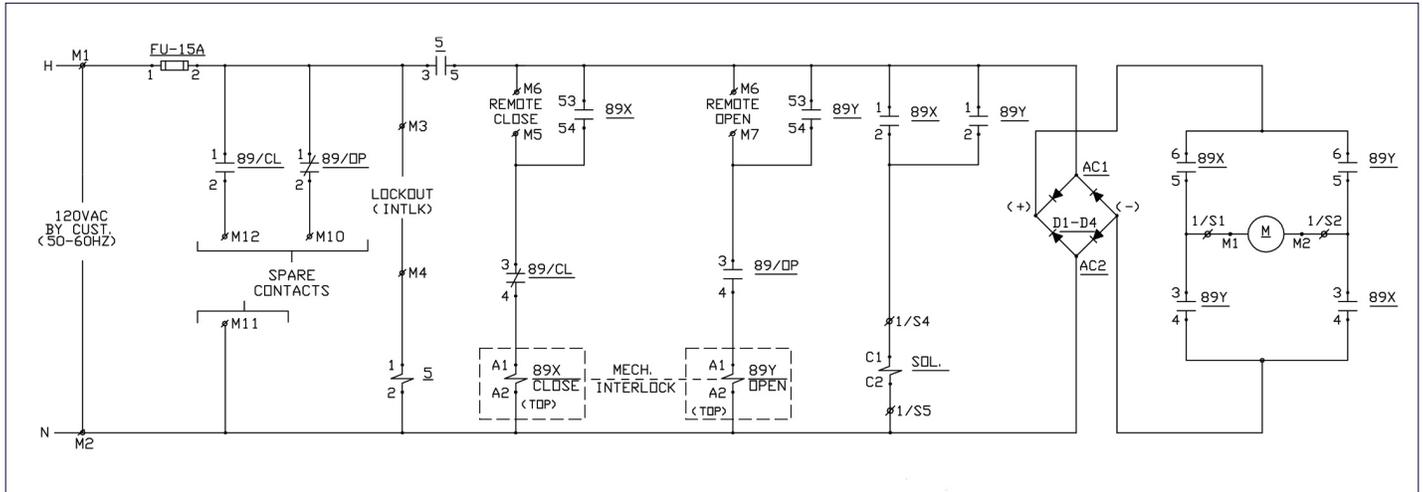

Figure 51 : Schéma de commande - 120 VCA
Lorsque l'interrupteur principal (89) reçoit le signal de fonctionnement (fermeture), la bobine 89-X (Figure 51) est mise sous tension, fermant tous ses contacts et bloquant mécaniquement la mise sous tension de 89Y. Le solénoïde (SOL) est alors sous tension.
Pour ouvrir l'interrupteur, appliquez un signal à la bobine 89-Y (Figure 51). L'interrupteur s'ouvre de la même manière que celle décrite ci-dessus et règle le circuit de commande pour un signal de fermeture. Pour revenir d'une opération de fermeture ou d'ouverture, la polarité de l'induit du moteur est inversée.
La fonction de test de découplage (en option), si nécessaire pour tester le système d'entraînement du moteur sans déplacer les lames de l'interrupteur principal, peut être effectuée en insérant un interrupteur de commande en série avec le solénoïde (SOL) ou simplement en retirant le cavalier de découplage (Figure 51).
Légende des appareils (Figures 51 et 52)